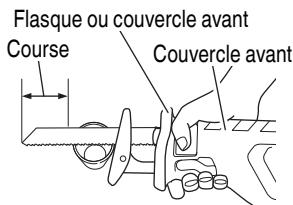
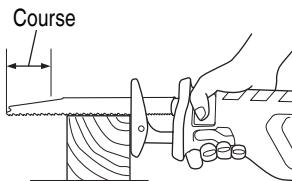

Fig. 12
Fig. 13
- Ne pas retirer le couvercle avant (voir la Fig. 1). Pour faire fonctionner l'outile, tenir fermement le couvercle avant. Mais, pour éviter des blessures, ne pas étendre la main ou les doigts au-delà du rebord (voir Fig. 12) du couvercle avant.
- Sélectionner une lame de la longueur appropriée. Idéalement, la longueur qui ressort du socle de la lame après soustraction de la distance de course doit être plus grande que le matériau (voir Fig. 12 et Fig. 13.)